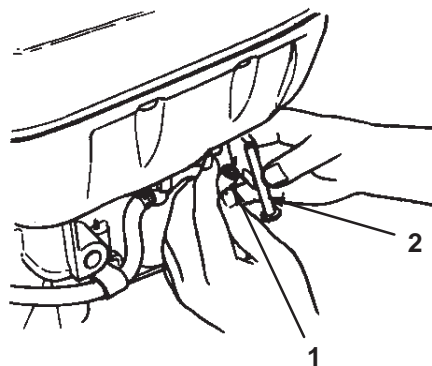

Bild 30
6. Entfernen Sie den Kraftstoffschlauch am Kraftstofftank durch Lockern der Schlauchschelle (Bild 30).
7. Entfernen Sie den Kraftstofffilter vom Kraftstofftank (Bild 30).